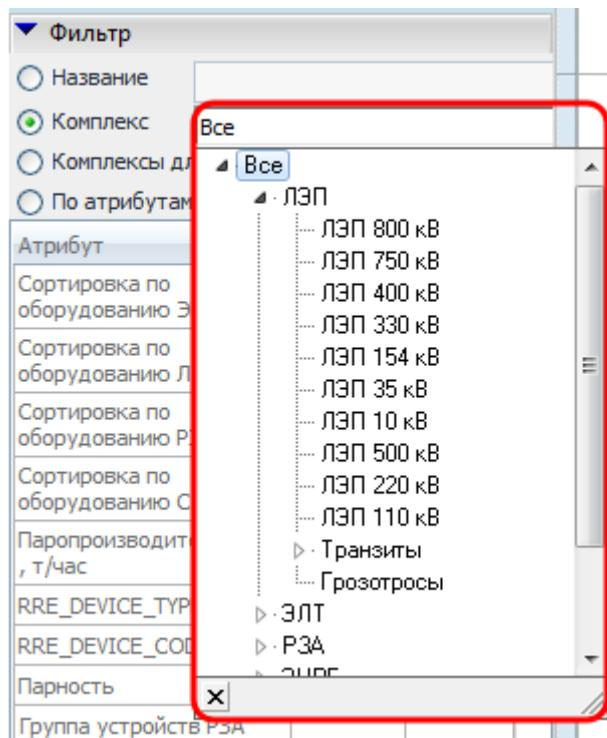

Рисунок 9.64 – Выбор комплекса оборудования
- «*Комплекс*». Указать комплекс оборудования из дерева комплексов (Рисунок 9.64).